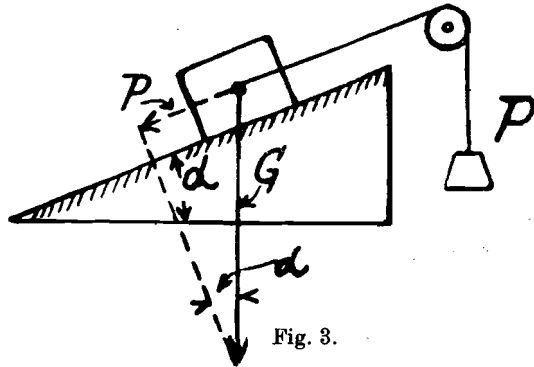

Fig. 3.
4. Gleichgewichtslage oder Ruhelage der Körper, reibungslos gedacht. — Bei der schiefen Ebene ist der Hangabtrieb $G \sin \alpha =$ Zugkraft P (Fig. 3).